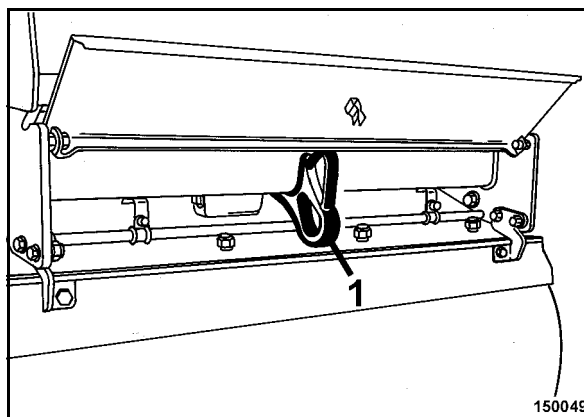

Fig. 77
- Trainare la macchina dall'occhione di traino 1 anteriore e posteriore (Fig. 77).